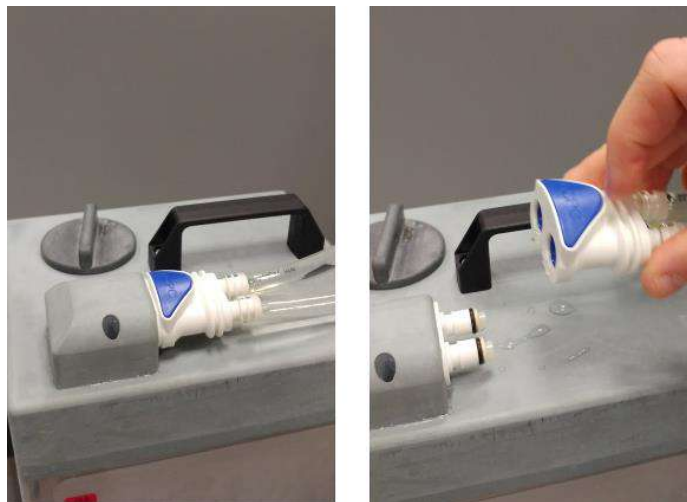

Figure 12-3
- Étape 5. Débrancher les conduites. Voir **Figure 12-3.**